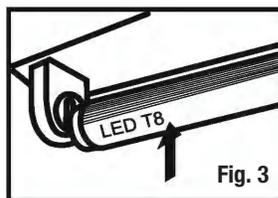

Fig. 3
- Apporter la lampe LED au luminaire et insérer les broches de la lampe dans les supports de la lampe du luminaire (Fig. 3).